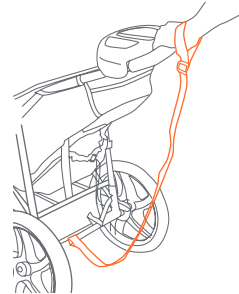
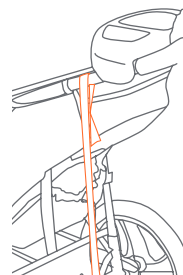

Fig. 21a
Fig. 21b
21) • DRAGONNE DE SÉCURITÉ : Toujours attacher au poignet la sangle de sécurité en faisant du jogging. Cette sangle retiendra la Poussette, dans le cas où vous tombez à la course (Fig. 21a). La sangle de sécurité doit toujours être connectée à l'arrière du cadre inférieur. Cet emplacement est utilisé pour empêcher la Poussette de basculer vers l'arrière dans le cas où vous tombez. La sangle de sécurité comprend une attache Velcro sur le côté gauche de la Poussette pour le remisage lorsqu'elle n'est pas utilisée (Fig. 21b).